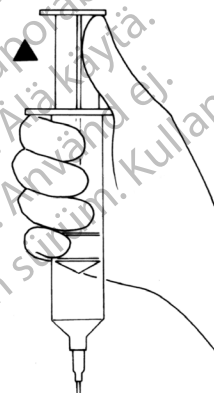

Figura 4-3a. Aspire el aire
5. aspire el aire que haya quedado en el balón hasta que note resistencia en el émbolo de la jeringa. (Figura 4-3a)